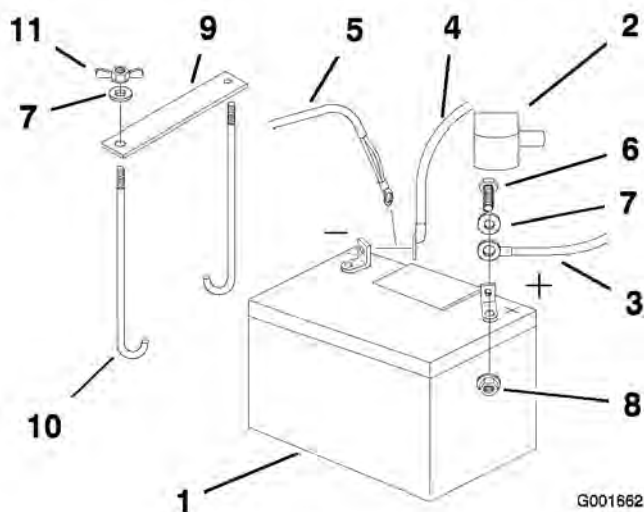

Figure 41
4. Commencez par débrancher le câble négatif et le câble de masse de la borne négative (-) de la batterie (Figure 41).
5. Ôtez le capuchon rouge de la borne positive (rouge) de la batterie. Débranchez ensuite le câble positif (rouge) de la batterie (Figure 41).
- Retirez les deux écrous à oreilles (1/4 pouce) qui fixent la barrette de maintien de la batterie (Figure 41).
- Placez la batterie dans son support en tournant les bornes vers le moteur (Figure 41).
- Fixez les câbles avec 2 boulons (1/4 x 3/4 po), 2 rondelles (1/4 pouce) et 2 contre-écrous (1/4 pouce) (Figure 41).
- Fixez la batterie en position avec des boulons en J, une barrette de maintien et 2 rondelles (1/4 pouce), ainsi que 2 écrous à oreilles ((1/4 pouce)) (Figure 41).